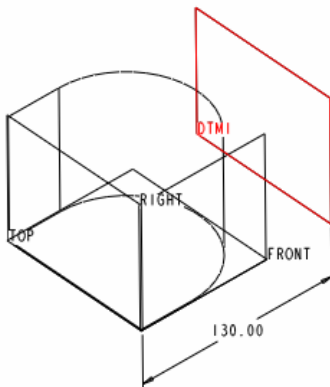

图 25-3
- (1) 单击基准平面工具按钮 ，打开【基准平面】对话框。
- (2) 选择 TOP 基准平面，建立一平行于 TOP 基准平面，且偏移距离为“130”的基准平面 DTM1，如图 25-3 所示。